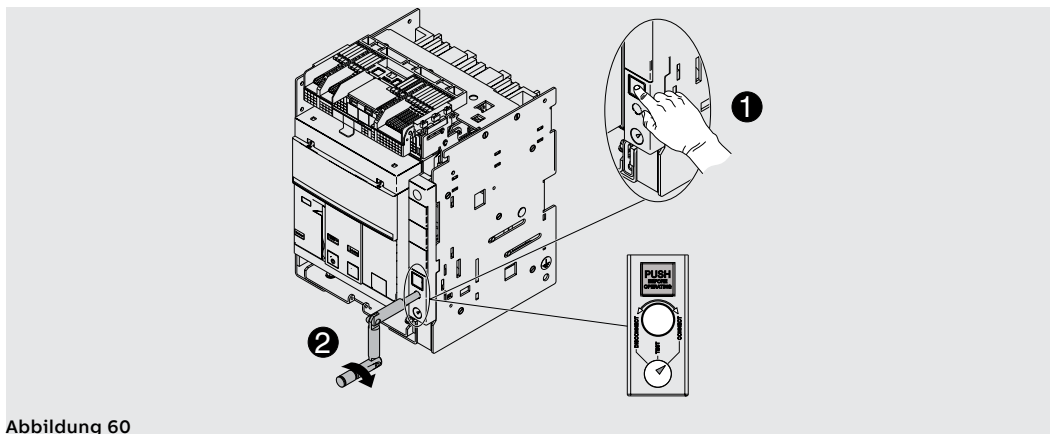

Abbildung 60
7. Die Verriegelungstaste drücken und danach die Handkurbel im Uhrzeigersinn drehen, bis die Taste austritt. Die Anzeige meldet nun die Stellung des Leistungsschalters in der Position **CONNECT**. Siehe Abbildung 60.